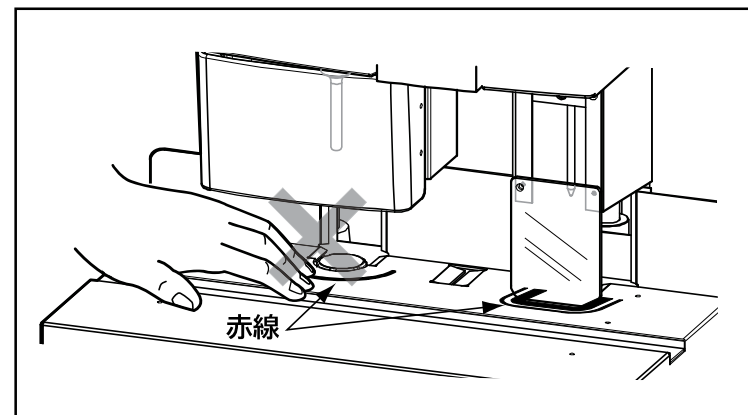

図9
- 赤い線の内側に手や指を入れてはいけません。電源スイッチが入っている場合、ドリルや押さえアームが稼働して、けがをすることがあります。 図9参照
- “A4S” の場合、“●” が対応マークとなっていますので、“●” マーク2カ所の位置で穴あけをしてください。 図9 参照